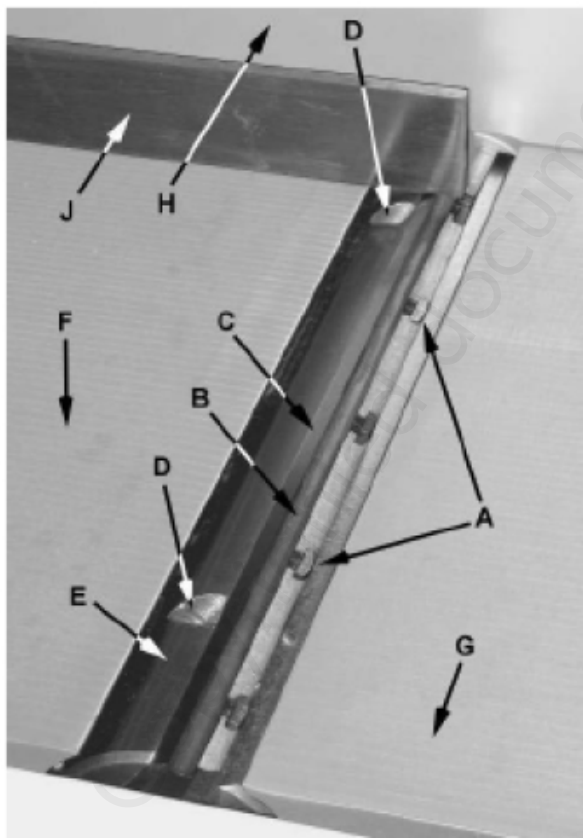
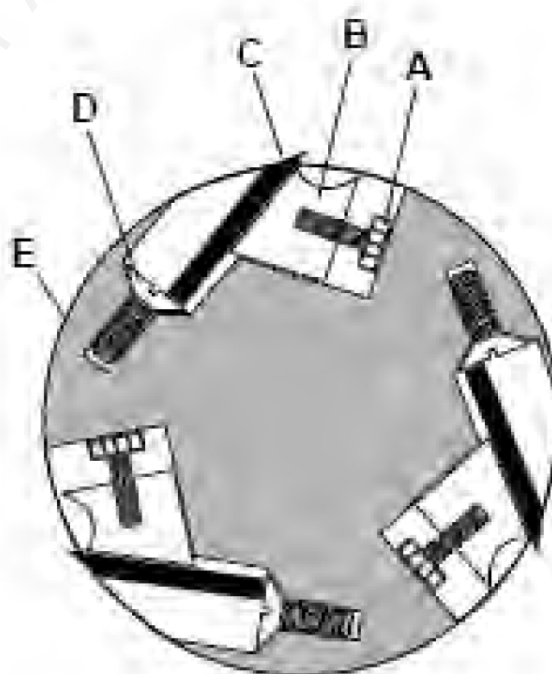

Fig. 14: Snijkop
Fig. 15: Dwarsdoorsnede van de snijkop
3. Nummer elk blad (C, fig. 14 en 15) zorgvuldig met een stift om ze van elkaar te onderscheiden.
4. Draai de snijkop (E, fig. 14 en 15) en bepaal de 12-uur positie van blad nummer één:
- De 12-uur positie is het hoogste punt dat een blad bereikt in de snijboog (C, fig. 15).
5. Plaats een liniaal (J, fig. 14) op de afvoertafel (F) in de nabijheid van de aanslag (H):
- 6.1 Draai de vijf borgschroeven (A, fig. 15) iets los door ze met de wijzers van de klok mee in de vergrendelstang (B) te draaien, gezien vanaf de aanvoertafel.
7. Stel de bladhoogte in door de schroeven (D) waarop de bladen rusten te verdraaien. Om het blad te verlagen, draait u de schroef met de klok mee. Om het blad te verhogen, draait u de schroef tegen de klok in.
8. Als het blad op de juiste hoogte is, draait u de vijf borgschroeven (A) vast.
3. Draai de vijf schroeven (A, fig. 14 en 15) in de vergrendelstang (B, fig. 15) door ze met de klok mee te draaien ten opzichte van de aanvoertafel (G).
4. Verwijder voorzichtig het snijblad (C) en de vergrendelstang (B).
7. Plaats het reserveblad (C, fig. 15) in de snijgleuf en zorg ervoor dat het in de juiste richting staat.
8. Plaats de vergrendelstang (B, fig. 15) en draai hem stevig genoeg vast.